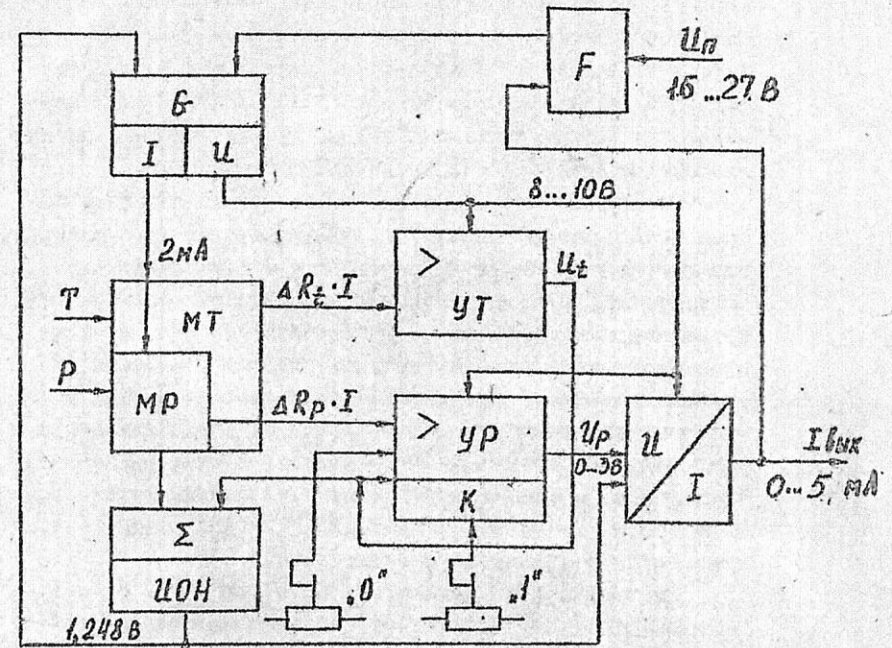

Рис. 1. Структурная схема преобразователя избыточного давления КРТ-2
4.1. Устройство и принцип работы преобразователя рассмотрены по структурной схеме рис.1.